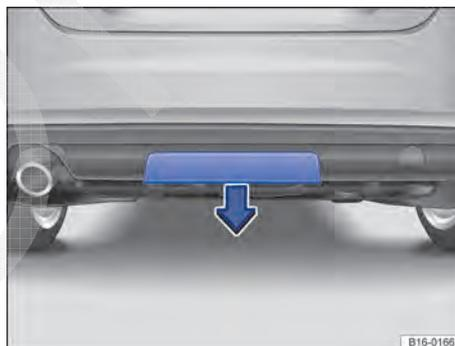

Fig. 111 Para-choque traseiro: desinstalar a cobertura.
O alojamento para a rótula de engate removível encontra-se no para-choque traseiro, atrás de uma cobertura → Fig. 111.
- Empurrar a cobertura para baixo no sentido da seta → Fig. 111.